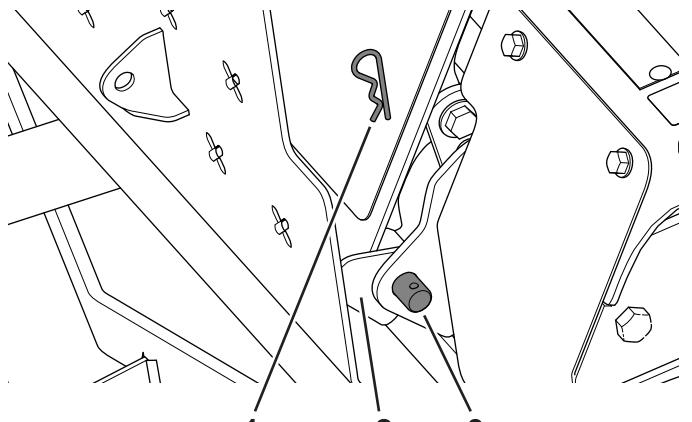

**Bild 128**
3. Befestigen Sie die Abdeckplatten mit den Schrauben ( $\frac{1}{4}$ " x  $\frac{5}{8}$ ") an der Maschine (Bild 128).